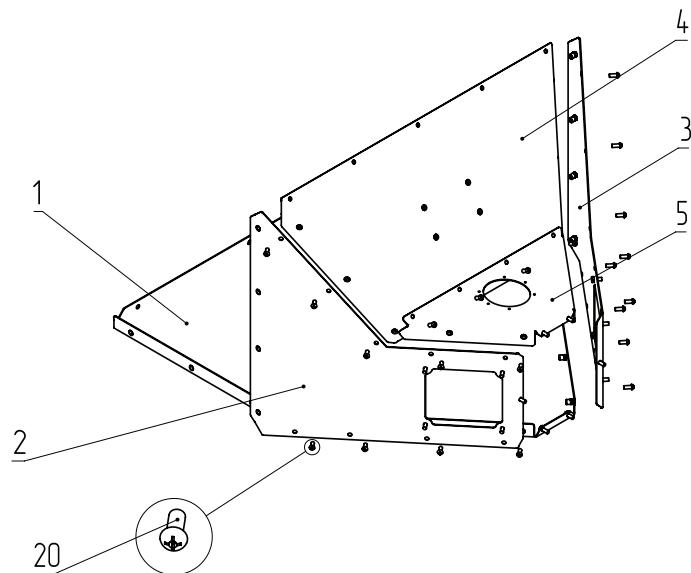
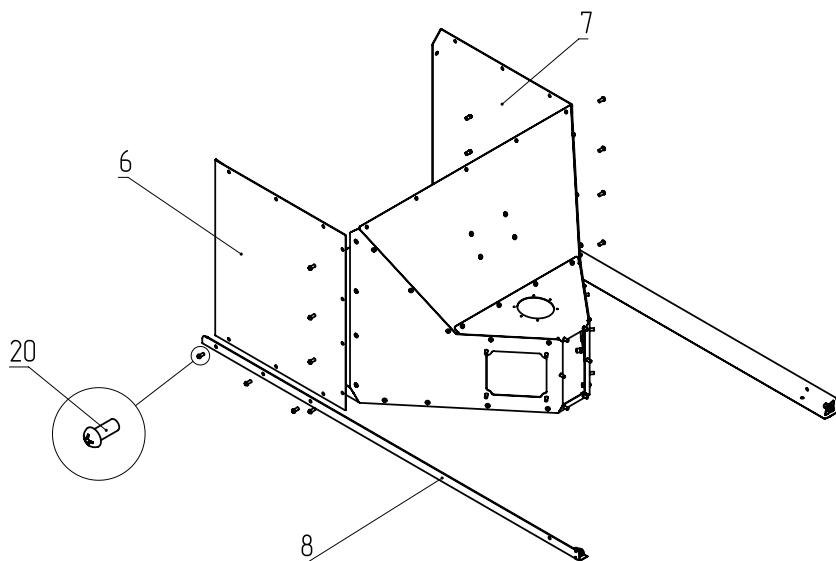
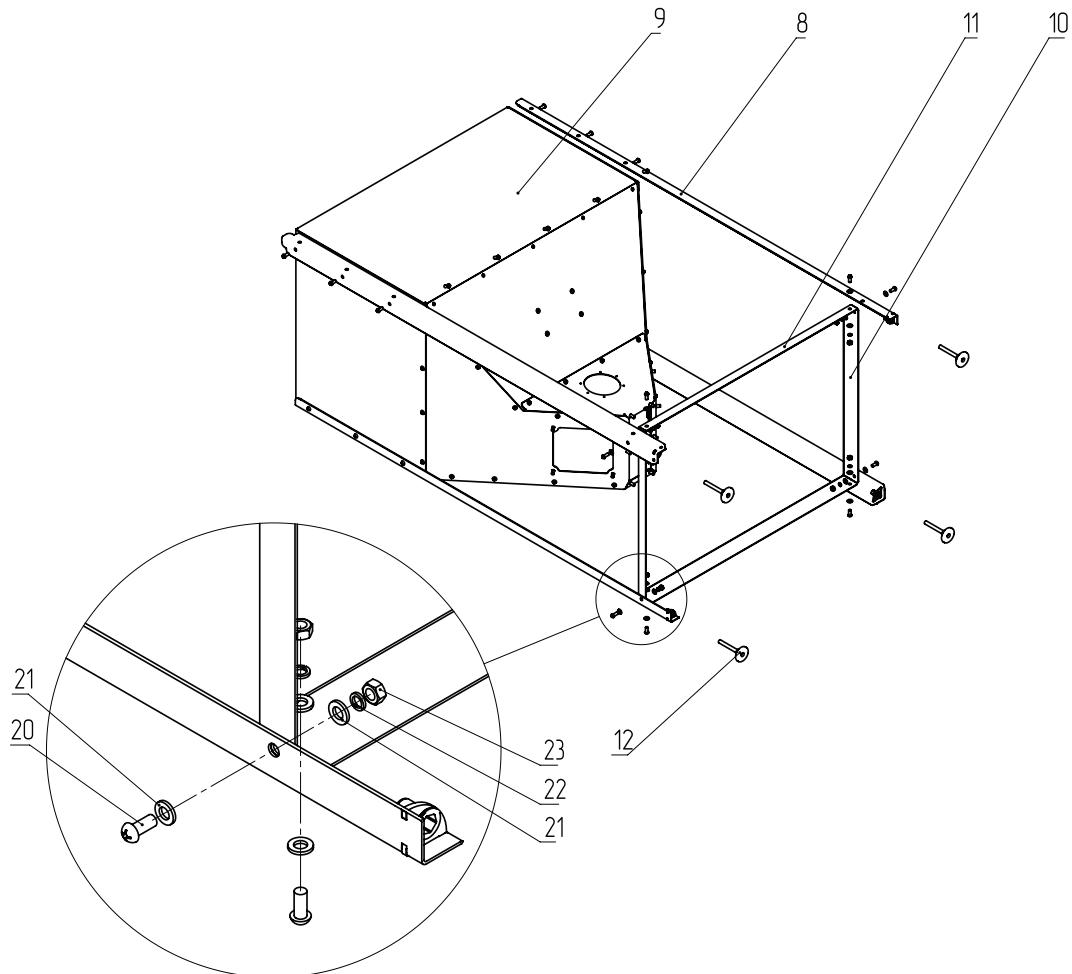

Рис.10 Порядок сборки бункера
Рис.11 Порядок сборки бункера
Рис.12 Порядок сборки бункера
1. Прикрутите к стенке главной (**Рис.10, поз.1**) стенку бункера наклонную переднюю (**Рис.10, поз.2**), стенку бункера наклонную заднюю (**Рис.10, поз.3**), стенку бункера наклонную правую (**Рис.10, поз.4**) и трапецию (**Рис.10, поз.5**);
2. Скрепите детали винтами (**Рис.10, поз.20**), как показано на **Рис.10**;
3. К собранной детали (**Рис.10**) прикрутите стенку верхнюю переднюю (**Рис.11, поз.6**), стенку верхнюю заднюю (**Рис.11, поз.7**) и стойки бункера (**Рис.11, поз.8**);
4. Зафиксируйте их винтами (**Рис.11, поз.20**), как показано на **Рис.11**;
5. К собранной детали (**Рис.11**) прикрутите стенку верхнюю правую (**Рис.12, поз.9**) и стойки бункера (**Рис.12, поз.8**) и зафиксируйте их винтами;
6. Укрепите стойки бункера поперечными перекладинами (**Рис.12, поз.11**);
7. Зафиксируйте их винтами (**Рис.12, поз.20**), шайбами (**Рис.12, поз.21, 22**) и гайками (**Рис.12, поз.23**), как показано на **Рис.12**;
8. В стойки бункера вкрутите опоры резьбовые регулируемые (**Рис.12, поз.12**). Данные опоры служат для регулирования высоты и уровня бункера.
4. Закрепите механизм подачи (верхний) к стенке наклонной правой (**Рис.10, поз.4**) четырьмя винтами (**Рис.10, поз.31**);
16. Прикрутите распределительную коробку (**Рис.1, поз.9**) гайками к стенке бункера наклонной задней (**Рис.10, поз.3**) через прокладку (**Рис.10, поз.17**).